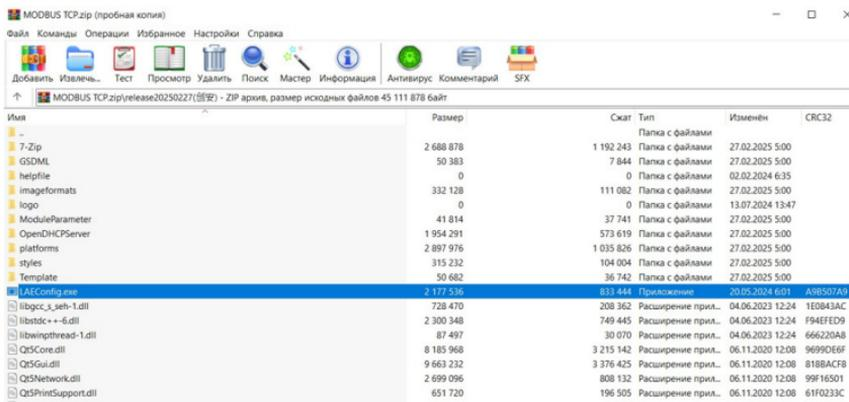

Рисунок 3.2 – Выбор приложения для проверки IP-адреса устройства
2. Зайдите в архив программы (не распаковывая архив) и выберите приложение LAEConfig.exe (рис. 3.2).